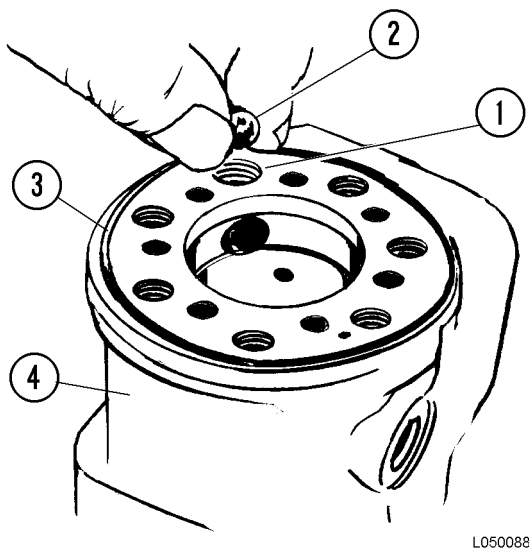

FIGURA 5-12. MONTAJE DE LA BOLA DE RETENCIÓN
10. Monte la bola de retención en el agujero que se muestra en Figura 5-12. Instale y apriete suavemente el buje roscado.
11. Lubrique la junta tórica (3) con jalea de petroleo e instálelo en la ranura de la carcasa.